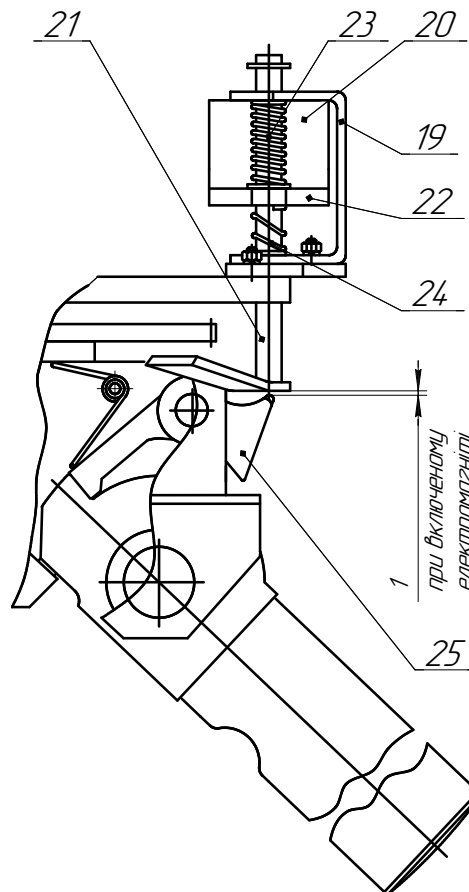

Рис.5
Пристрій «Антипаніка» (див. рис. 5) складається з каркаса (19) із закріпленим на ньому електромагнітом (20), штовхача (21), якоря (22) і пружин (23 і 24). Штовхач являє собою П-подібну рамку, що складається з двох направляючих і опору. Направляючі штовхача проходять через отвори каркаса і якоря, забезпечуючи тим самим можливість поступаючого переміщення штовхача і якоря щодо електромагніту і один щодо одного. Необхідні динамічні характеристики відносного руху забезпечуються поворотними і компенсуючими пружинами. Діапазони переміщень штовхача щодо каркаса і якоря щодо штовхача обмежуються упорними шайбами.
5.3 Блок управління турнікетом (БУТ-НП) включає плату, встановлену на монтажних стійках безпосередньо в корпусі турнікета. При необхідності БУТ-НП можна помістити в захисний пластмасовий корпус. Підключення індикаторів проходу, пульта управління і джерела живлення до блоку управління проводиться за допомогою кабелів відповідно до схемою підключення (Рис.5,6).